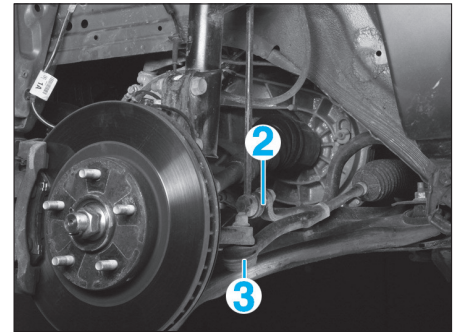
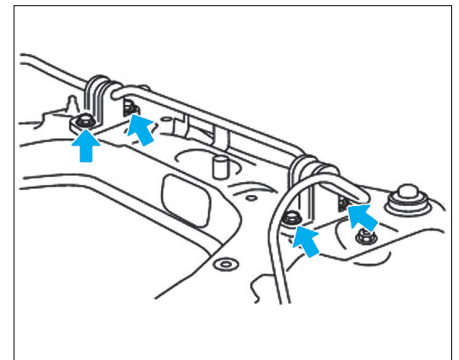
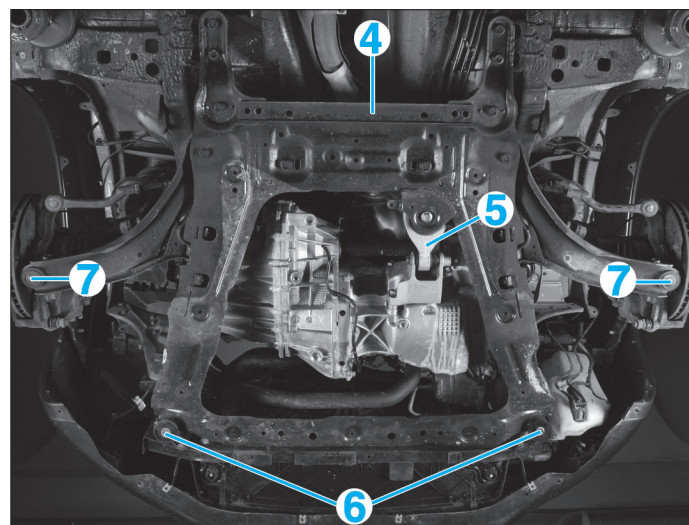

Fig. 10
Fig. 12
Fig. 11
- les écrous des rotules inférieures des biellettes de barre stabilisatrice (2) (Fig.10),
- les écrous des rotules de direction (3),
- le renfort (4) (Fig.11),
- la biellette anticouple (5).
• Déposer les fixations avant du berceau (6).
- les paliers de barre stabilisatrice (Fig.12),
- les vis de fixation des rotules de pivots (7) (Fig.11).
- le renfort (4),
- les fixations avant du berceau (6),